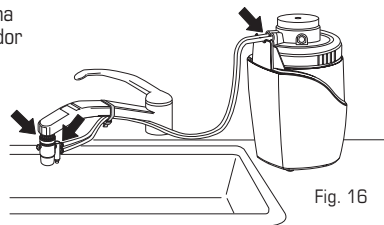

Fig. 16
8. **Asegúrese de que** no hayan señales de goteras en ninguna de las conexiones del desviador ni de la manguera (Fig. 16). Si encuentra goteras o burbujas, consulte la sección de Solución de problemas (pág. 7).